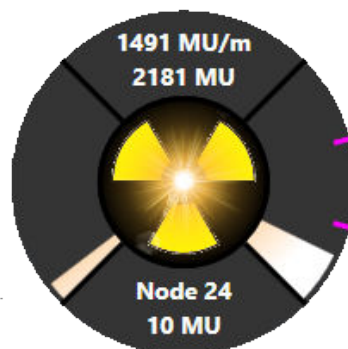

Figure 8.5.7 : Progression du faisceau
- Le quadrant droit affiche la progression de cette session de traitement. S'il y a plusieurs isocentres, ce quadrant sera alors divisé en sections par de petites encoches roses. Chaque section correspond à un isocentre. (La Figure 8.5.7 comprend 3 isocentres)